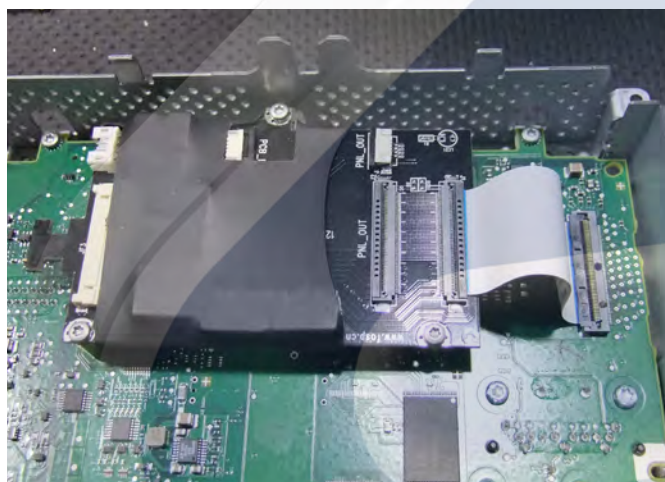

Imagen 12
5.a. Ensamblar la placa SUB-BOARD a los soportes y conectarla como se muestra en la imagen (imagen 12).